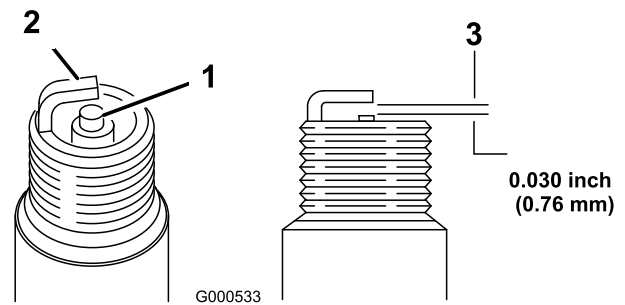

Bild 39
1. Sehen Sie sich die Mitte der Zündkerze an (Bild 39). Wenn der Kerzenstein hellbraun oder grau ist, ist der Motor richtig eingestellt. Eine schwarze Schicht am Kerzenstein weist normalerweise auf einen schmutzigen Luftfilter hin.
2. Prüfen Sie den Abstand zwischen den mittleren und seitlichen Elektroden (Bild 39). Verbiegen Sie die seitliche Elektrode (Bild 39), wenn der Abstand nicht stimmt.